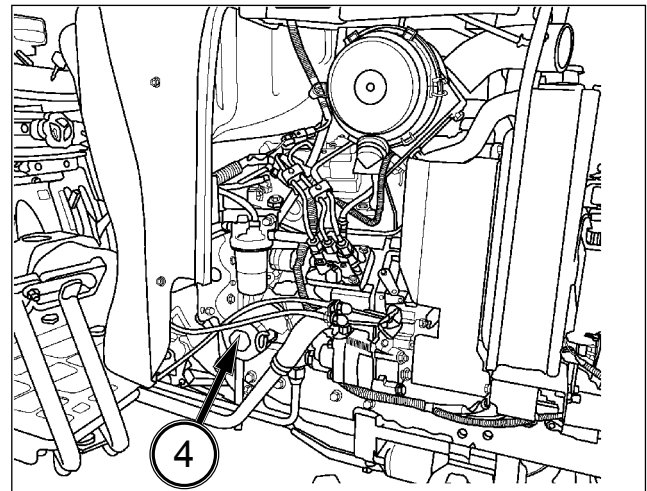

FIG. 93
FIG. 93 : Pour remplacer le filtre à huile moteur - Retirez le filtre à huile (4) et débarrassez-vous de cet ancien filtre dans un endroit de collecte approprié. Assurez-vous que le joint d'origine du filtre est enlevé.